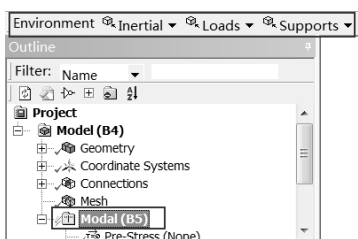

图 10-55 Environment 工具栏
Step1：选择 Mechanical 界面左侧 Outline（分析树）中的 Modal（B5）选项，此时会出现如图 10-55 所示的 Environment 工具栏。